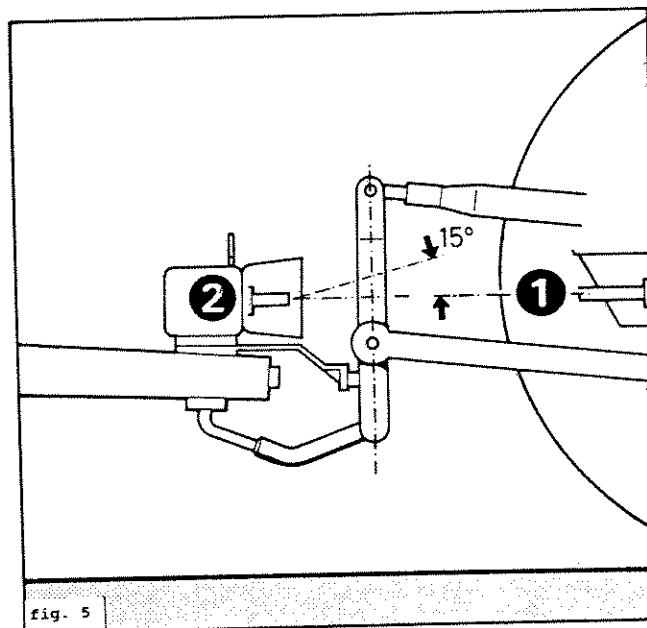

fig. 5
Mettez la prise de force de la faucheuse et le tracteur en ligne droite (1), voir fig.5. Placez les deux moitiés de l'arbre de transmission et maintenez-les l'une à côté de l'autre.